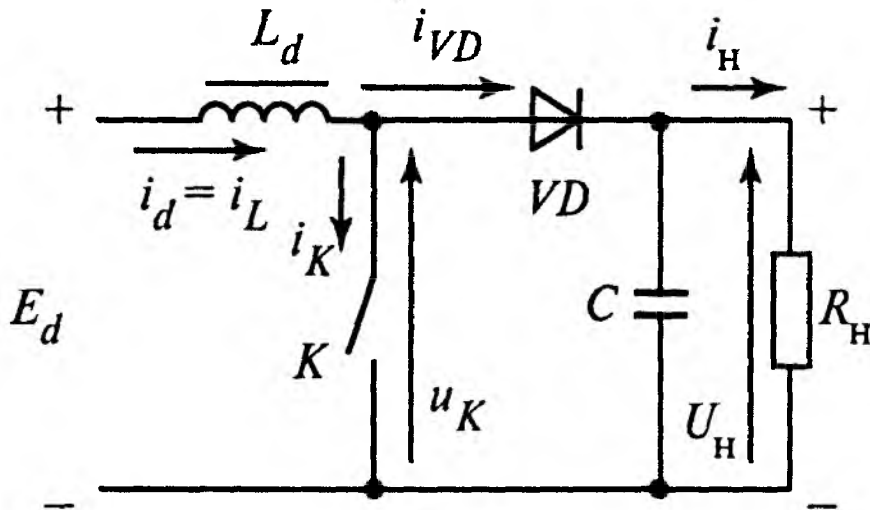

Рис. 7
11. Напряжение источника питания ИРПН второго типа (рис.7) $E_d = 12$ В, сопротивление нагрузки $R_H = 24$ Ом, напряжение на нагрузке $U_H =$